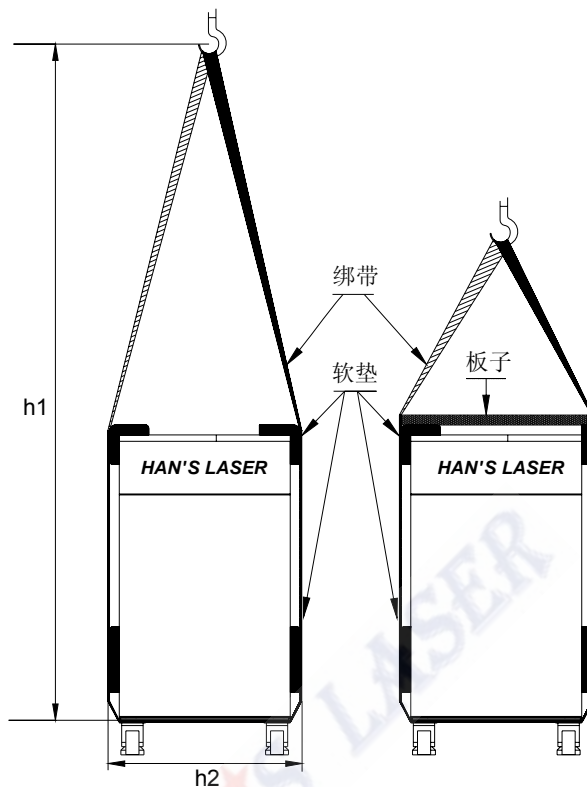

图 7-6 设备吊装示意图
- 2) 设备最底端和起重机吊钩的距离 h_1 ，至少应该是设备宽度 h_2 （包括垫子）的 1.5 倍，即 $h_1 \geq 1.5h_2$ 。若绑带如图 7-6 右边所示那样不够长的话，请在设备顶端放一块板子，以免绑带划伤设备的表面。